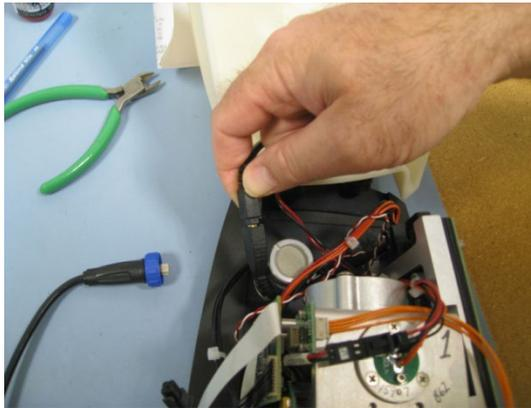

图 27. 拔下 USB 电缆。
- 4 断开 USB 电缆连接。USB 接口是黑色接口（见图 27）。